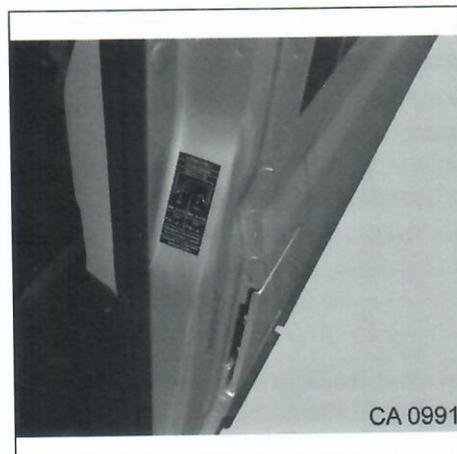

Abb. 69 Aufkleber Position
- Der Reifendruck ist auf einem Aufkleber (Abb. 69) am Fahrzeug ablesbar.